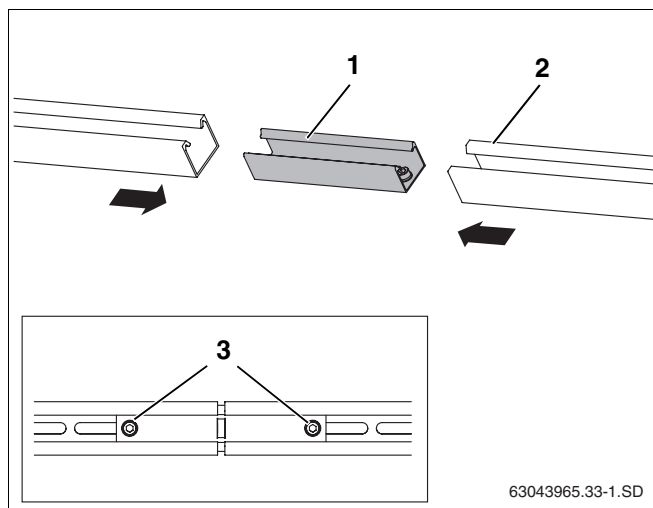

Fig. 31 Unión de los perfiles guía
- ▶ Deslice la pieza de unión (fig. 31, **pos. 1**) hasta el tope en ambos perfiles guía (fig. 31, **pos. 2**).
- ▶ Para enclavarlos, apretar ambos tornillos de sujeción M10 (fig. 31, **pos. 3**) en la pieza de unión con la llave de tamaño 5.